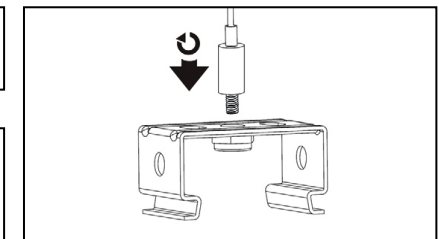

Рис. 5
- 5.15 Для установки осветительного прибора на подвесы можно использовать тросовую систему подвеса (рис. 5).